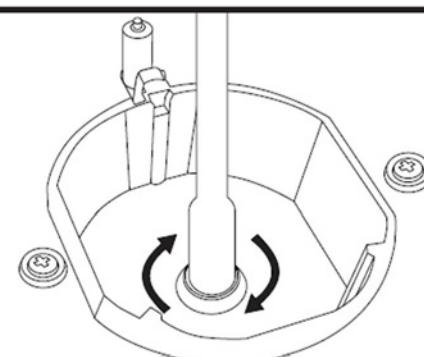
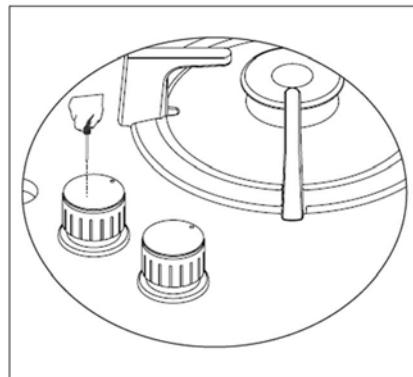
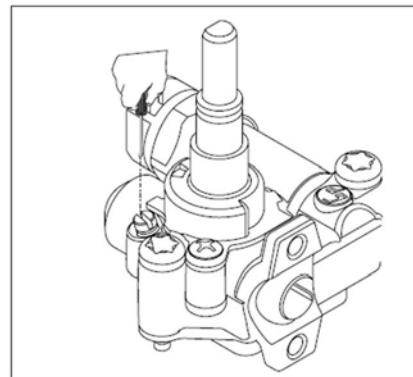

Рис. 3
Рис. 4
Рис. 5
5. Закрепите варочную поверхность на столешнице при помощи скоб и шурупов, поставляемых в комплекте (рис.3 и рис.4).
6. В случае если установка духового шкафа не предусмотрена и есть свободный доступ к нижней части варочной поверхности, то в данном случае необходимо использовать деревянную панель, расстояние между прибором и панелью должно составлять минимум 30 мм. (рис.5).
7. Если прибор устанавливается в непосредственной близости от стены, минимальное расстояние между стеной и прибором должно составлять минимум 50 мм. (рис.5).
4. Выкрутите жиклер (Рис. 3) и замените на подходящий. Снимите ручку управления, соответствующую данной конфорке (Рис. 4), отрегулируйте положение регулировочного винта, который находится в центре газового крана (Рис. 5). Используйте отвертку подходящего размера.